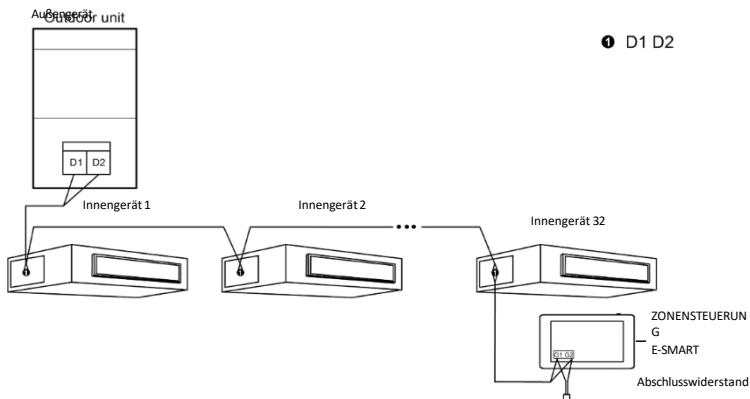

Abb. 3.4 An das UI-Netzwerk angeschlossener zentraler Controller
- 2 Wenn der zentrale Regler an das Netzwerk der Innengeräte angeschlossen werden soll, nehmen Sie die Anschlüsse gemäß Abb. 3.4 vor. Der Controller kann an jedes beliebige Innengerät in Reihe angeschlossen werden, d. h. durch Verbindung der Anschlüsse G1 und G2 des Controllers mit den Anschlüssen D1 und D2 mittels der Kommunikationskabel. Wenn der Controller an das Endgerät des Innengeräte-Netzwerks angeschlossen wird, muss an den Kommunikationskabeln an den Anschlüssen G1 und G2 ein entsprechender Widerstand angebracht werden.